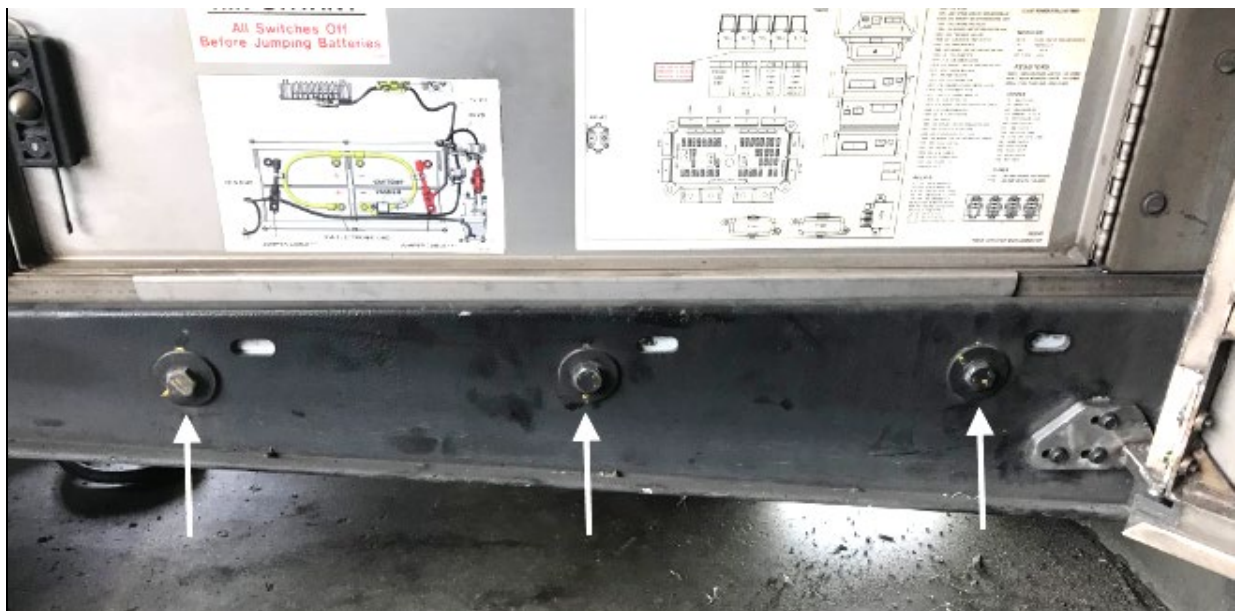

FIGURE 13: VIS AVANT DU SUPPORT DE BATTERIES
- Enlever la tension des trois vis avant (Figure 13)